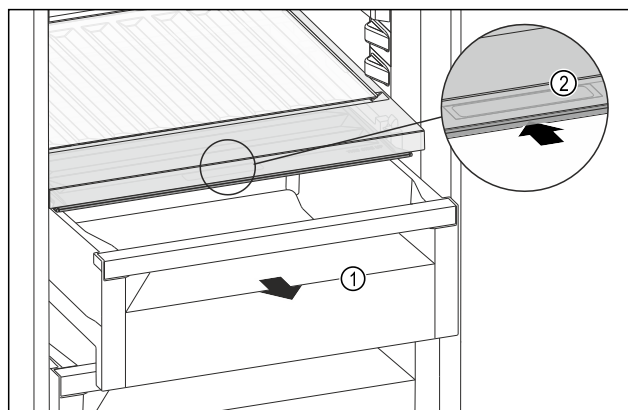

Fig. 163
- ▶ Витягніть висувний ящик Fig. 163 (1).
- ▶ Візьміться за потайну ручку Fig. 163 (2) на кришці відділення й одночасно посуňte кришку відділення назад.